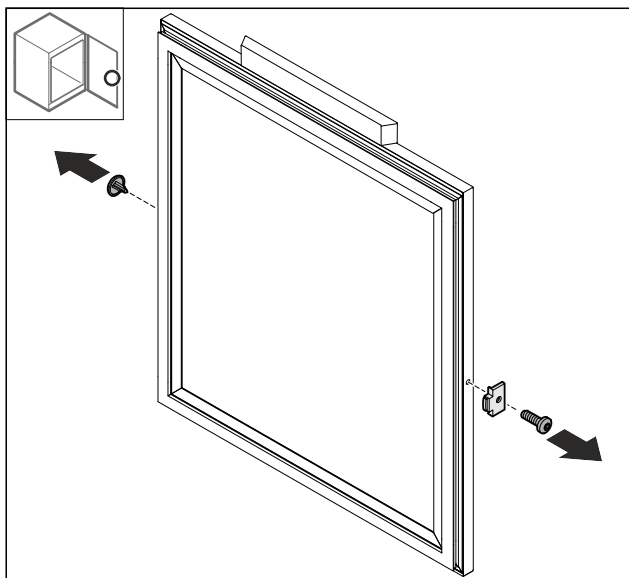

Fig. 75
- Rimuovere la copertura Fig. 75 (1).
- Smontare il fermaporta Fig. 75 (2).